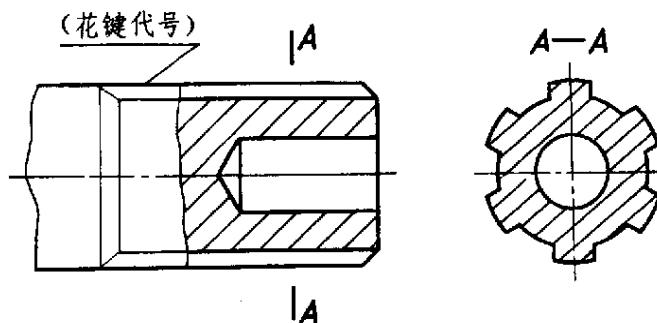
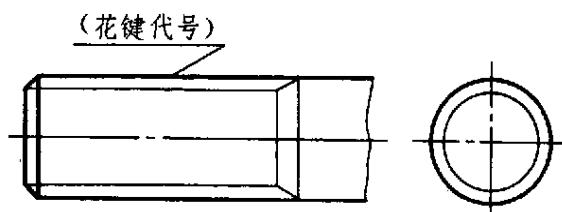

图 3
图 4
1.1.4 外花键局部剖视的画法见图 3；垂直于花键轴线的投影面的视图按图 4 绘制。
采用有关标准规定的花键代号标注时，其注法如图 3 所示。